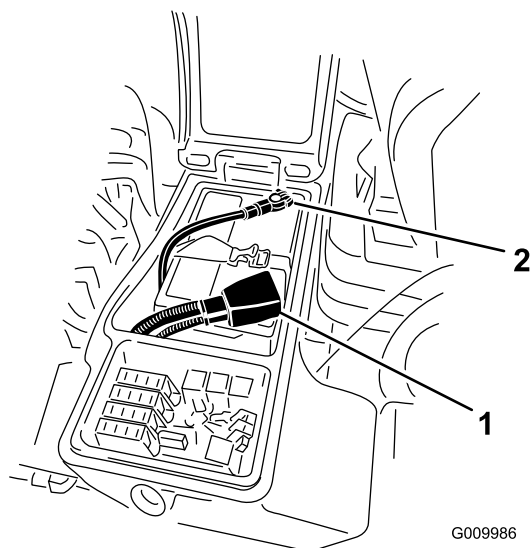

Figure 61
4. Raccordez le câble positif (rouge) de la batterie à la borne positive (+) et le câble négatif (noir) à la borne négative (-) (Figure 61).